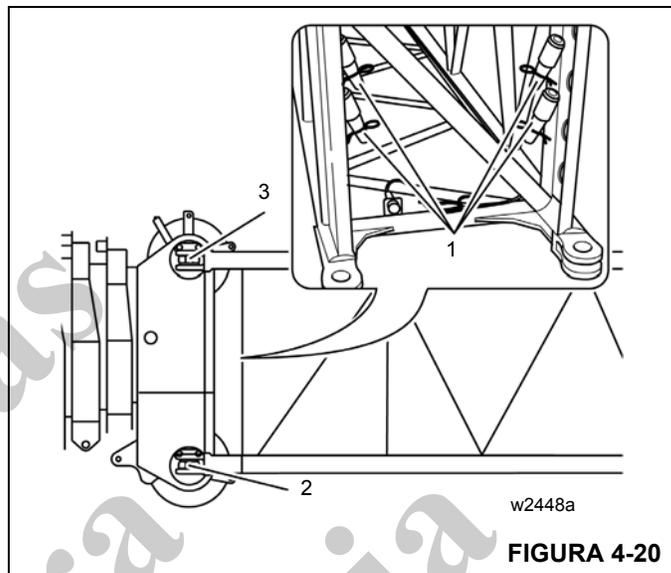

FIGURA 4-20
Os pinos de fixação (1) da conexão ficam nos suportes da base das seções de 26 pés e são fixados por presilhas de retenção (Figura 4-20).
1. Amarre o inserto de 26 pés com o rolete de suporte em um guindaste auxiliar e levante-o na frente da cabeça da lança principal de modo que os pontos de apoio (2) e (3) se alinhem a ela nos dois lados (Figura 4-20).
1. Amarre a seção de 26 pés em um guindaste auxiliar e levante-a até que o seu peso tenha sido retirado dos pontos de apoio (2) e (3) (Figura 4-20).
2. Remova as presilhas de retenção e os pinos dos pontos de apoio (2) e (3) nos dois lados (Figura 4-20).